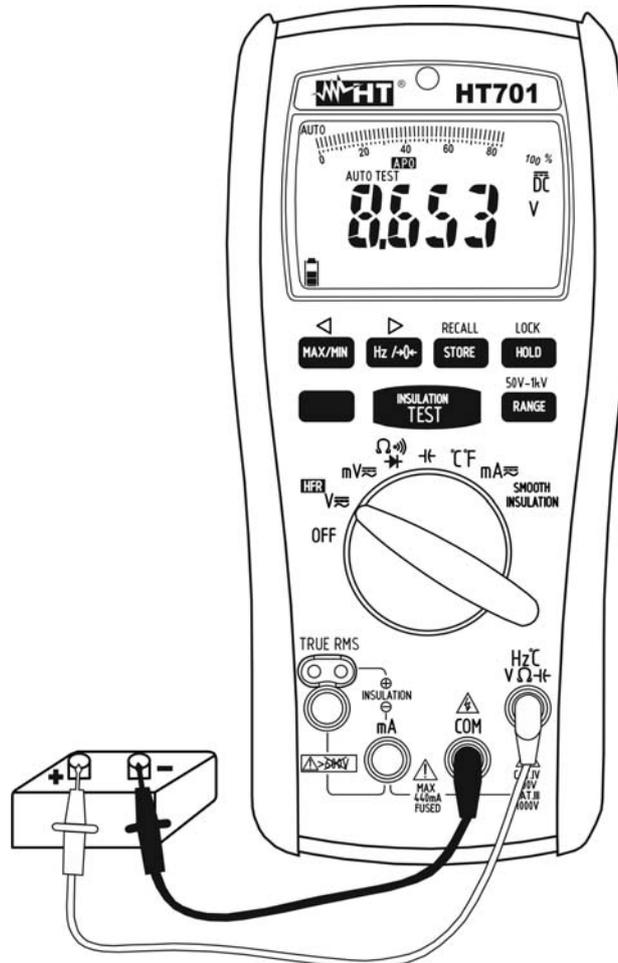

Fig. 2: Uso del instrumento para medida de Tensión CC
4. Insertar el cable rojo en el terminal de entrada $H_z^{\circ}C V \Omega H_f$ y el cable negro en el terminal de entrada **COM** (vea Fig. 2)
7. La visualización del símbolo "-" sobre el visualizador del instrumento indica que la tensión tiene sentido opuesto respecto a la conexión de Fig. 2.